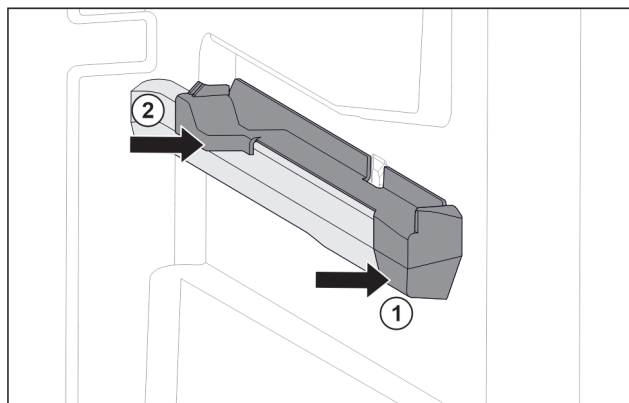

Fig. 94 Element nasadzany na prawym żebrze pojemnika
- Umieścić element nasadzany z przodu na żebrze pojemnika. Fig. 94 (1)
- Docisnąć element nasadzany z tyłu. Fig. 94 (2)